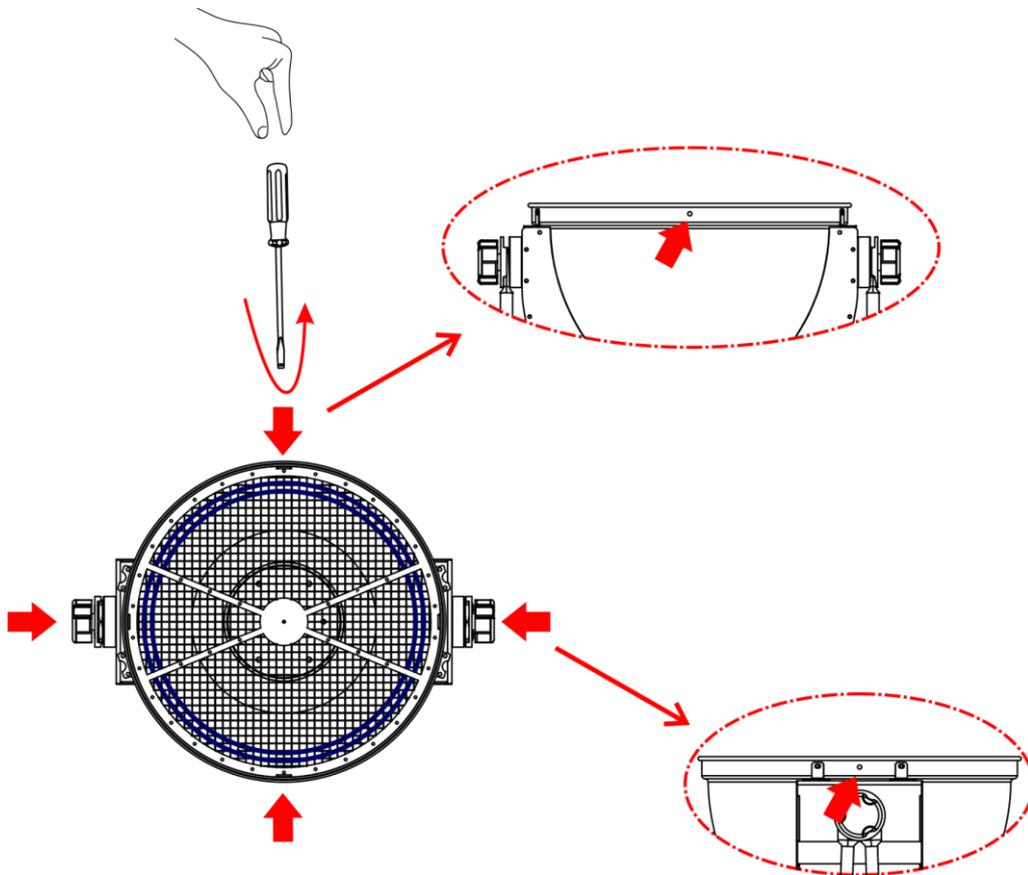

Abb. 03
- 02) Entfernen Sie die 4 Schrauben auf der Vorderseite des Scheinwerfers (Abb. 03).